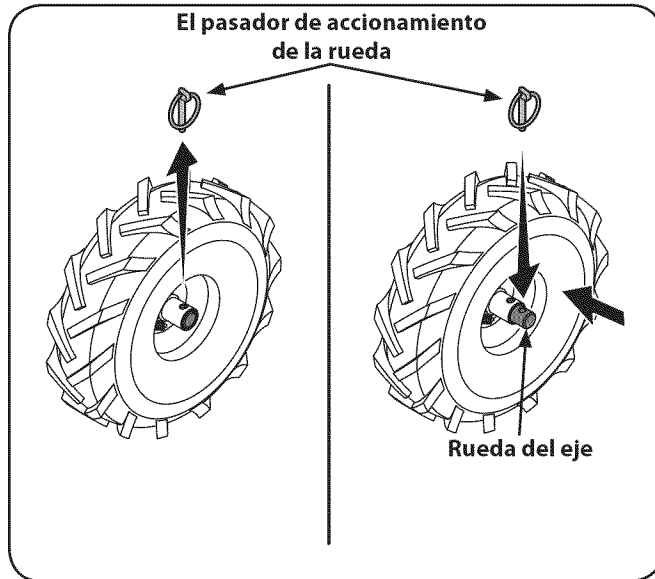

Figure 3-5
1. Coloque un bloque resistente debajo de la transmisión para elevar una rueda aproximadamente a 1 pulgada del suelo. Retire el trinquete del cubo de la rueda y eje de la rueda. Vea la Fig. 3-5.
2. Deslice la rueda totalmente hacia adentro en el eje de la rueda. Reinstale el trinquete a través del eje de la rueda únicamente (no a través del cubo de la rueda). Vea la Fig. 3-5. La rueda debe girar libremente (ruedas libres) sobre el eje de la rueda. Repita el procedimiento con la otra rueda.